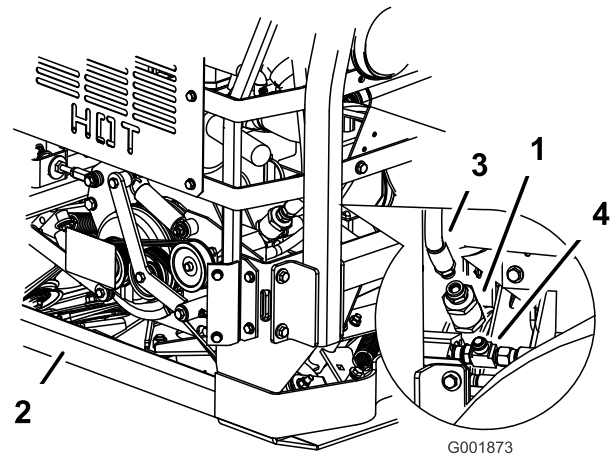

Figura 73
1. Collocate una bacinella di spurgo sotto il filtro, e togliete il tubo idraulico dal filtro (Figura 73).
2. Togliete il filtro idraulico della ventola di raffreddamento dal raccordo a T in fondo al filtro (Figura 73).
3. Montate il filtro sul raccordo a T sulla base, ed il flessibile idraulico sopra (Figura 73).